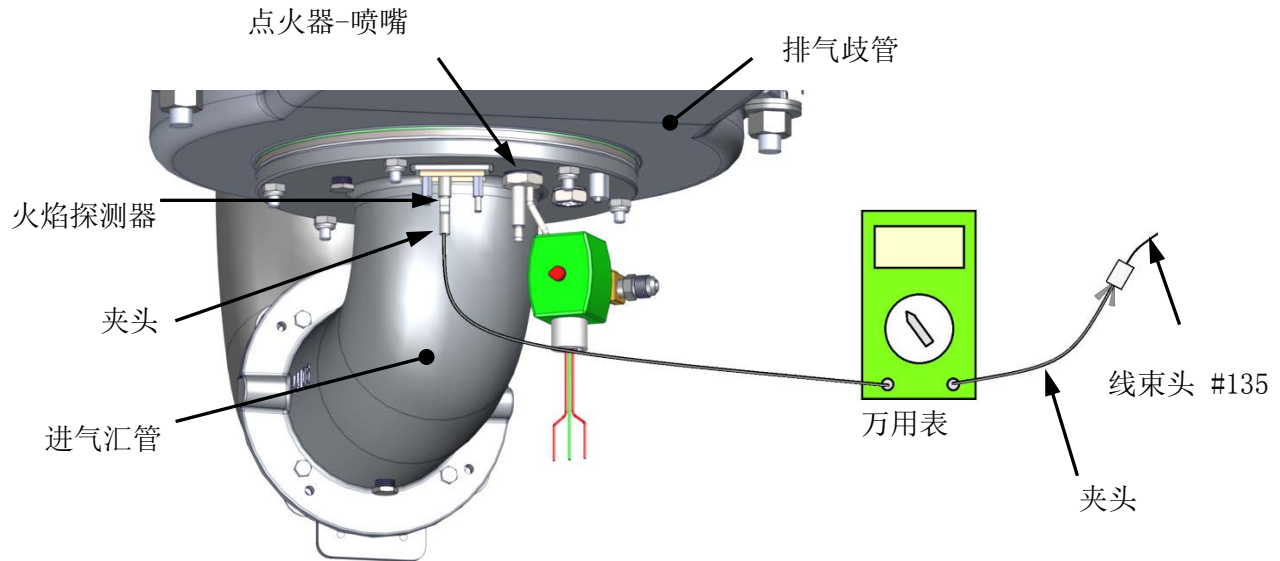

图 4-3. 使用万用表设置火焰强度
在燃烧校准期间，使用设置为 μA 刻度的万用表测量火焰探测器产生的火焰强度。火焰探测器安装在进气汇管法兰上，如图 4-3 所示。
1. 参见图 4-3，卸下设备的右侧面板便可接触火焰探测器。
2. 从探测器拆下火焰探测器导线 #135，然后使用鳄鱼夹串联万用表与导线，如图 4-3 所示。